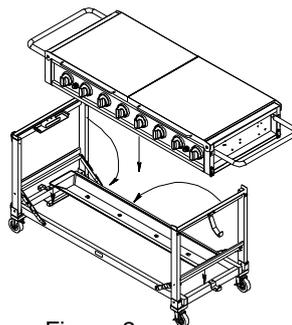
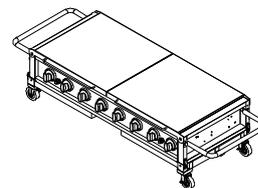

Figure 2
Figure 1
2. Retirez la bouteille de gaz LP et la lèchefrite du grill. Placer la lèchefrite sur le support inférieur de la lèchefrite. Voir la Figure 1.
4. Pliez les 4 pieds du chariot. Voir la Figure 1.
5. Aidé par un assistant, placez le bol du grill sur le chariot plié comme indiqué. Voir la Figure 1. Refermez les 4 attaches du bol du grill et du chariot. Voir la Figure 2.